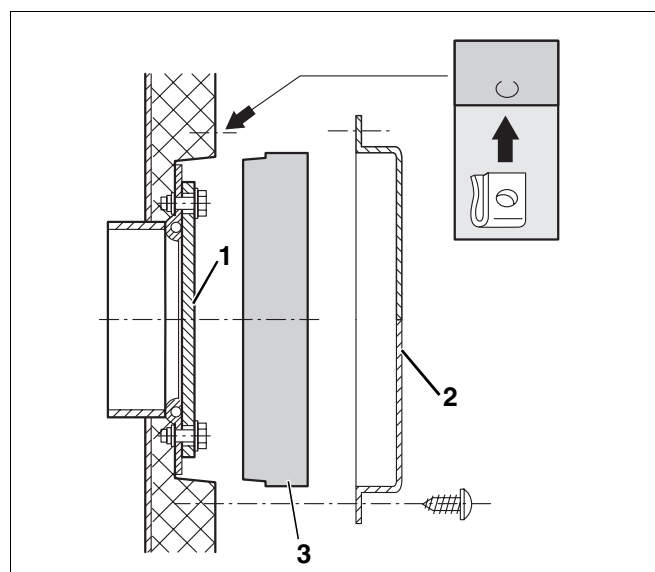

Рис. 7 Теплоизоляция крышки переднего смотрового люка
- Вставить теплоизоляционную шайбу (рис. 7, **поз. 3**) перед передней крышкой смотрового люка (рис. 7, **поз. 1**).
- Прикрутить 4 саморезами (рис. 7, **поз. 2**) кожух, закрывающий крышку смотрового люка.